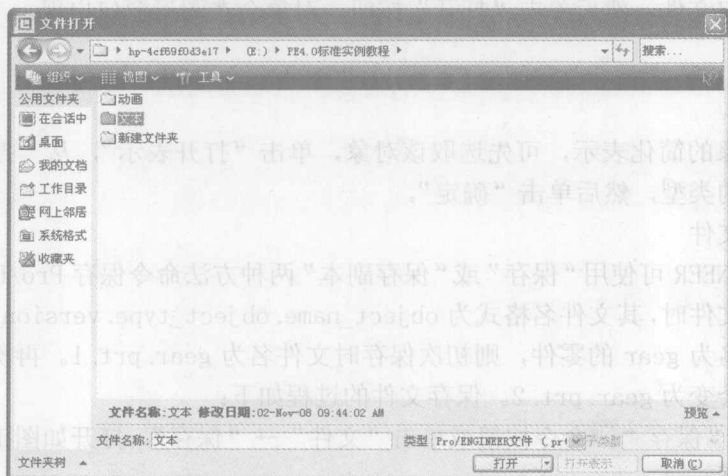

图 1-6 “文件打开”对话框
(1) 单击“打开”命令按钮或单击“文件”→“打开”命令,如图 1-6 所示的“文件打开”对话框打开。“寻找”框中的目录默认为下列目录之一: